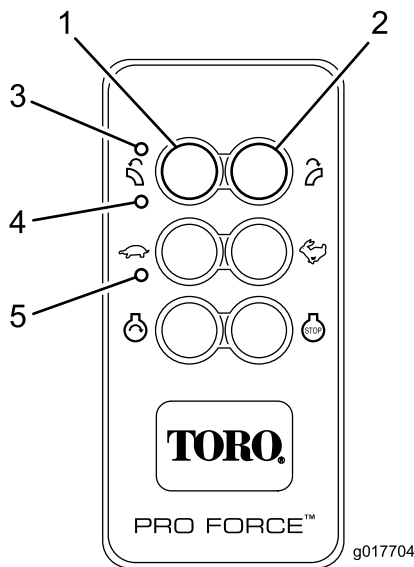

Figura 13
O comando à distância activa (liga) quando é pressionado qualquer botão. Os LEDs TX e RX a piscar indicam que o comando à distância está activo e a comunicar com a unidade base. Para conservar a energia da bateria, o comando à distância permanece activo durante cerca de três (3) segundos antes de automaticamente desligar excepto se existir actividade nos botões dentro desses três segundos. Quando a unidade atinge o tempo limite e desliga, toda a actividade dos LEDs do comando à distância pára (Figura 13). Pressionar qualquer botão vai reactivar o comando à distância